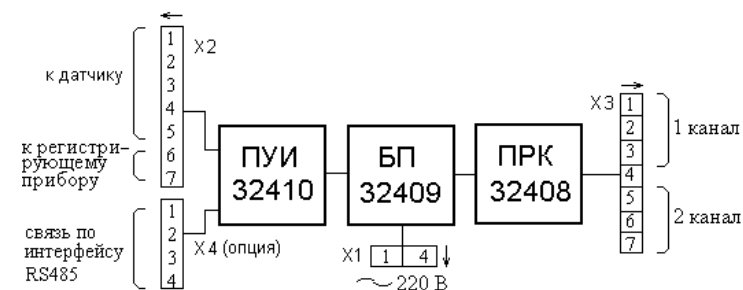

Рисунок 2 – Структурная схема блока.
- перед началом III следует отключить указанные в соответствующих пунктах текста разъемы (Рисунок 2 и Рисунок Б.3 Приложения Б);